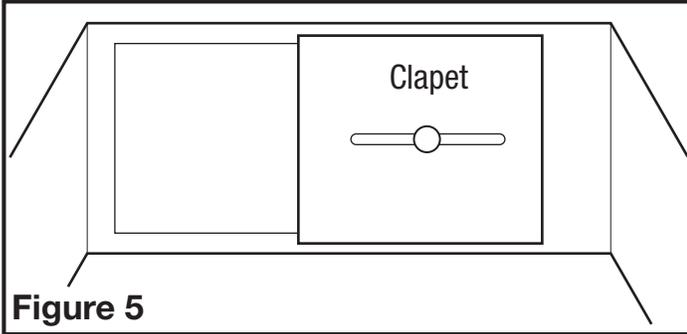

Figure 5
1. Localisez l'amortisseur à l'intérieur du boîtier d'entrée et faites-le glisser pour couvrir ou découvrir autant de l'ouverture que nécessaire à l'équilibre du système (**Figure 5**).